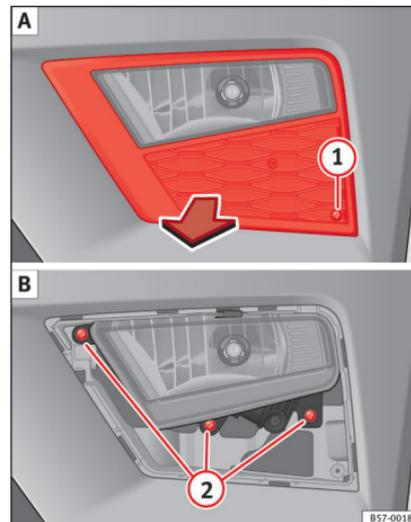

Abb. 105 Nebelscheinwerfer: Blende herausziehen.
- Schraube » **Abb. 105** **1** **A** mit einem Schraubendreher aus der Blende des Nebelscheinwerfers herausschrauben und Blende herausziehen.
- Schrauben (3x) » **Abb. 105** **2** **B** entfernen und den Nebelscheinwerfer herausziehen.